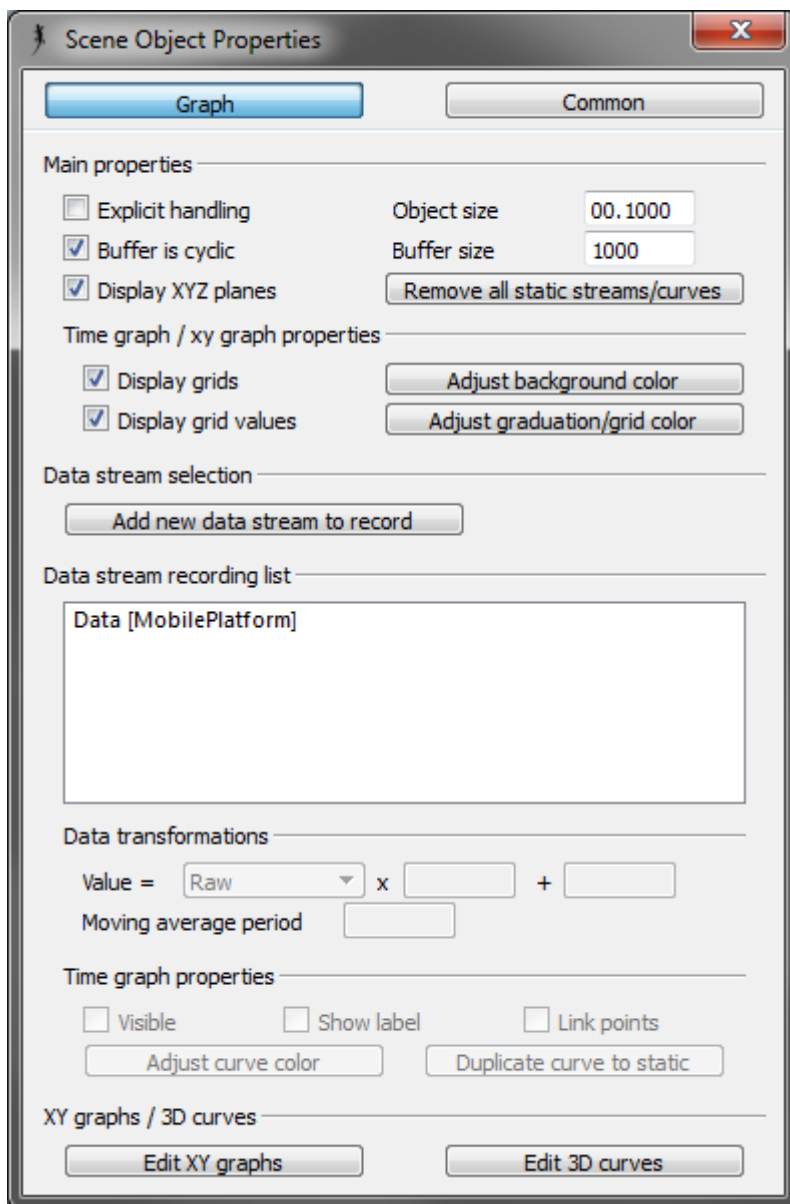

Рисунок 11 – Диалоговое окно выбора нового потока данных
24. Выводим на график текущую скорость мобильной платформы. Для этого необходимо открыть диалоговое окно свойств объекта, нажать кнопку «**Add new data stream to record**». Появится диалоговое окно выбора нового потока данных (рисунок 11). В первом выпадающем списке необходимо выбрать пункт «**Object: absolute velocity**», во втором выпадающем списке «**MobilePlatform**».